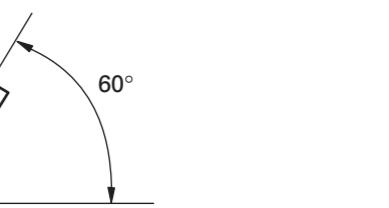

Fig. 3
- Si l'angle d'installation dépasse 60° par rapport à l'horizontale, l'appareil risque de ne pas fournir de performances optimales. (Fig. 3)